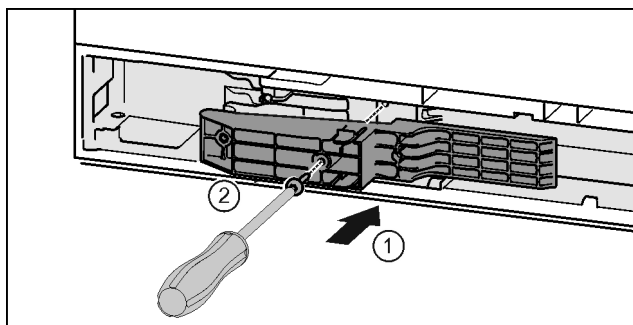

Fig. 45 *
- Placer l'adaptateur dans la fente sur le côté de la poignée. Fig. 45 (1)*
- Serrer les vis avec un tournevis T15. Fig. 45 (2)*